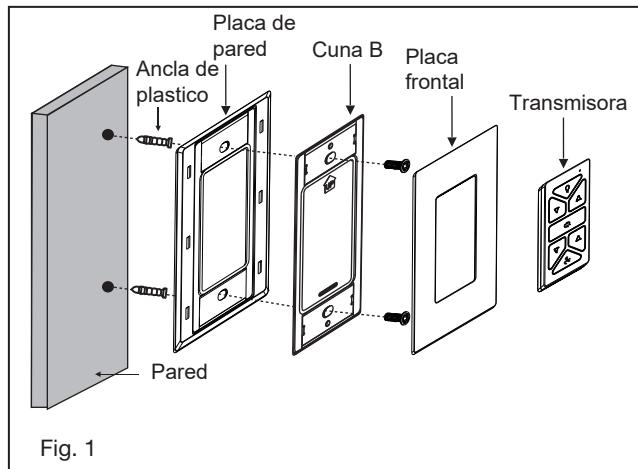

Fig. 1
- 3 Introduzca las conexiones cuidadosamente en el conjunto de luces LED y coloque el conjunto de luces LED en el soporte de montaje con los 3 tornillos incluidos. (Fig. 1)
- 4 Levante la cubierta del kit de luces contra el conjunto de luces LED y gire en sentido horario hasta que quede ajustada. NO APRIETE DEMASIADO. (Fig. 1)